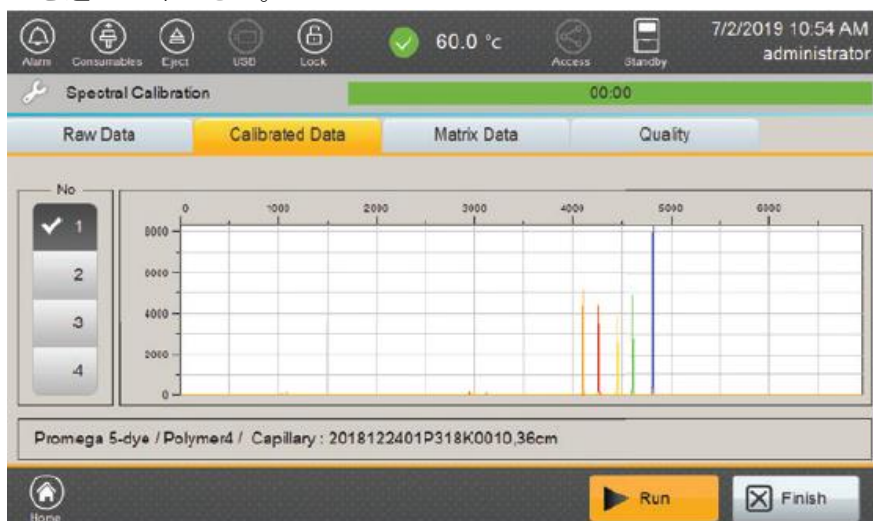

図 54 Spectral calibration “Calibrated Data” tab 画面
1. Calibrated Data タブ（図 54）を選択して、それぞれのキャピラリーの Calibrated Data を確認してください。画面左のリストから見たいキャピラリーを選んでください。